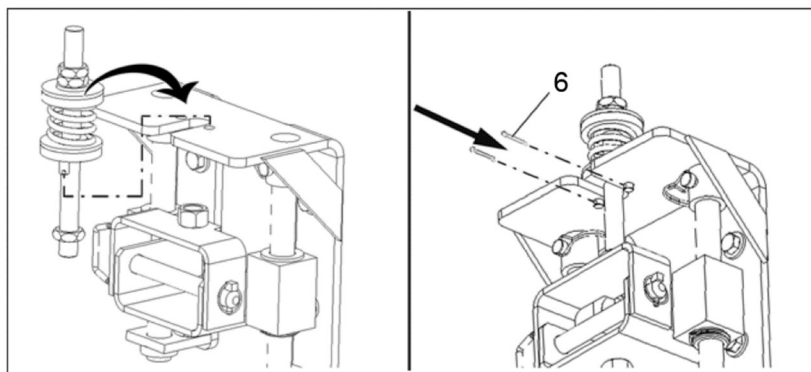

Рис. 10
18. Зафиксируйте болт пружины натяжения блокировочным шплинтом (6, рис. 10).